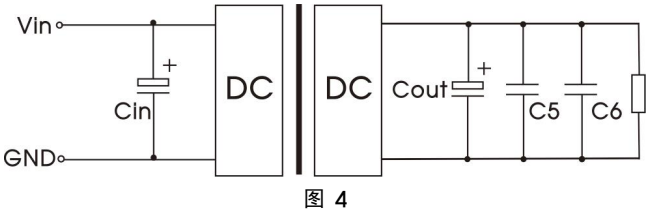

图 4
注: ①纹波和噪声的测试方法采用靠测法, 推荐外围电路参考图 4。